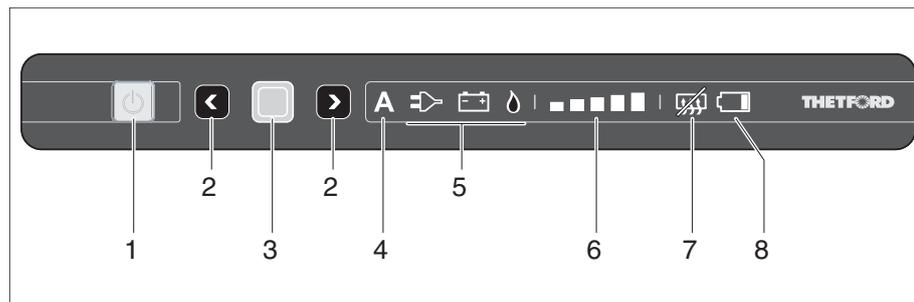

Bild 274 Bedien- und Anzeigeelemente für den Kühlschrank (Thetford ohne SES)
- Den Taster (Bild 274,1) drücken. Der Taster leuchtet grün auf. Taster erneut drücken, um die aktuellen Einstellungen anzuzeigen.
- Den Taster (Bild 274,1) drücken und halten. Alle Lampen erlöschen.
Ist der Automatikbetrieb angewählt, leuchtet im Bedienfeld die Automatikbetrieb-Anzeige (Bild 274,4) und die beste verfügbare Quelle (Bild 274,5).
- Bestätigungstaste (Bild 274,3) drücken und halten.
Die Betriebsarten-Symbole (Bild 274,5) beginnen zu blinken.
- Mit den Auswahltasten (Bild 274,2) den Gasbetrieb auswählen und mit der Bestätigungstaste (Bild 274,3) Auswahl übernehmen.
- Mit den Auswahltasten (Bild 274,2) den 230-V-Betrieb auswählen und mit der Bestätigungstaste (Bild 274,3) Auswahl übernehmen.
- Mit den Auswahltasten (Bild 274,2) den 12-V-Betrieb auswählen und mit der Bestätigungstaste (Bild 274,3) Auswahl übernehmen.
- Bestätigungstaste (Bild 274,3) erneut drücken.
Die Kühlstufenanzeige (Bild 274,6) beginnt zu blinken.
- Mit den Auswahltasten (Bild 274,2) die gewünschte Kühlstufe wählen und mit der Bestätigungstaste (Bild 274,3) Auswahl übernehmen.